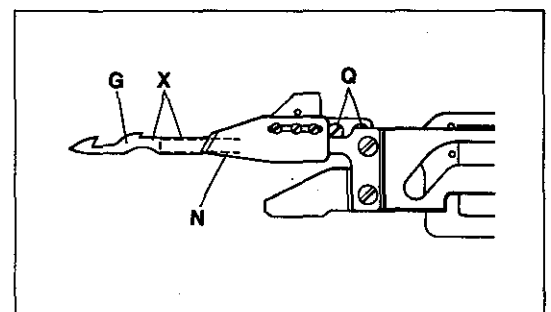
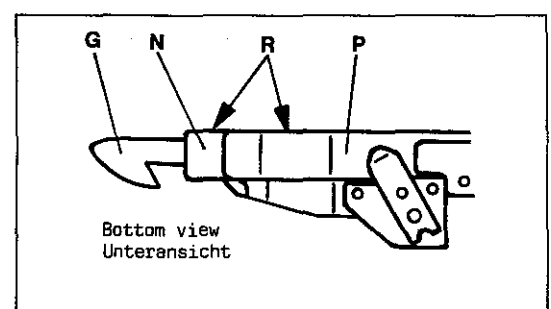

Fig.51
Fig.53
Set the leaf spring (N, Fig. 51) for clamping the looper thread so that the edges (X) of lower knife (G) and leaf spring (N) are flush and aligned.
2.4 Loosen screws (Q, Fig. 51) for making the following settings:
Besides this, the edge (R, Fig. 53) of leaf spring (P) has to be set aligned with edge (R) of leaf spring (N). Retighten screws (Q, Fig. 51).
Stellen Sie die Blattfeder (N, Fig. 51) zum Klemmen des Greiferfadens so, daß die Kanten (X) von Untermesser (G) und Blattfeder (N) bündig in einer Linie sind.
2.4 Lösen Sie die Schrauben (Q, Fig. 51) für folgende Einstellungen:
Zudem muß die Kante (R, Fig. 53) der Blattfeder (P) mit der Kante (R) der Blattfeder (N) in einer Linie stehen. Ziehen Sie die Schrauben (Q, Fig. 51) wieder an.